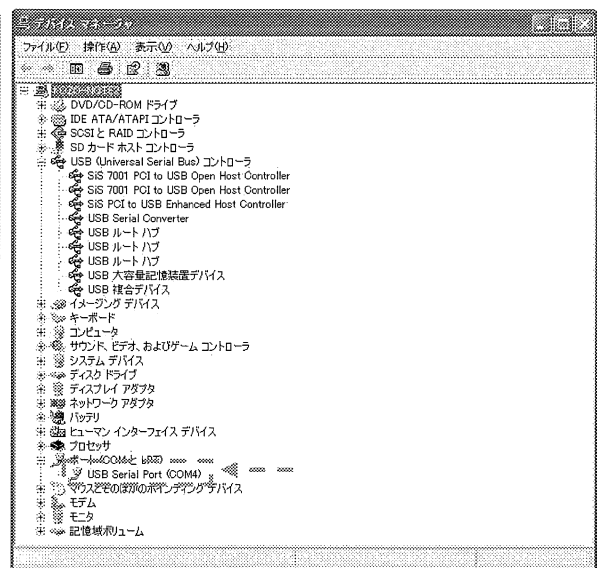

図 A.9 デバイスマネージャ
- ④ デバイスマネージャー画面が現れ、図A.9に示す「ポート (COM/LPT)」の下に仮想COMポートドライバ「USB Serial Port (COMx)」がCOMポートとして追加されており、ここでダブルクリックし、プロパティを開く